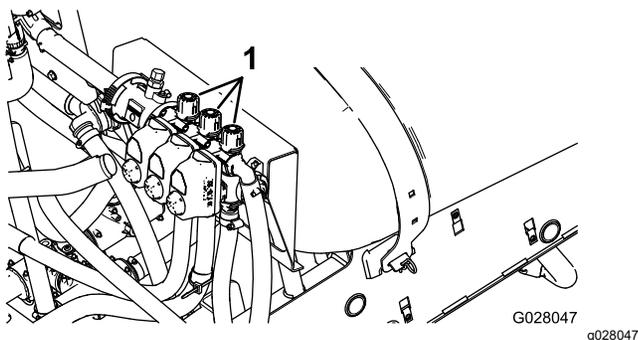

Figura 21
2. Spegnete la sezione sinistra e regolate la manopola di bypass della sezione (Figura 21) fino a quando la pressione visualizzata non corrisponde al livello precedentemente regolato (normalmente 2,75 bar).
4. Regolate la manopola di bypass della sezione destra (Figura 21) fino a quando la pressione visualizzata non corrisponde al livello precedentemente regolato (normalmente 2,75 bar).
6. Regolate la manopola di bypass della sezione centrale (Figura 21) fino a quando la pressione visualizzata non corrisponde al livello precedentemente regolato (normalmente 2,75 bar).